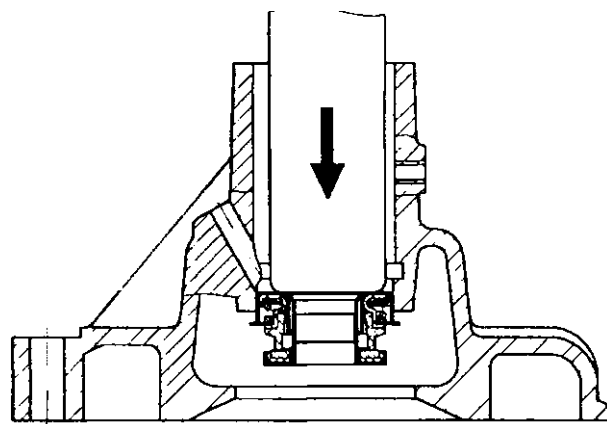

Рис. 4.53. Выпрессовка уплотнения насоса системы охлаждения
- выпрессовать уплотнение из корпуса (рис. 4.53).